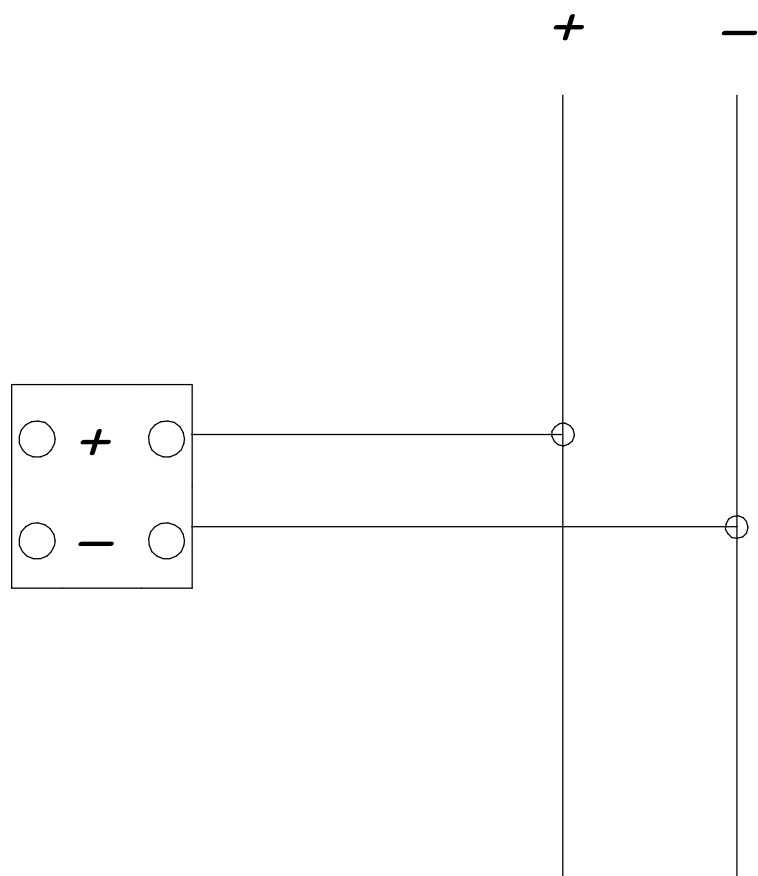

Рисунок 2 - Схема подключения светильников
5.3 Выкрутите винты на лицевой части светильника, снимите обечайку 2 и рассеиватель 3. Пропустите питающий провод через гермоввод, подключите светильник к питающей сети (рисунок 2).